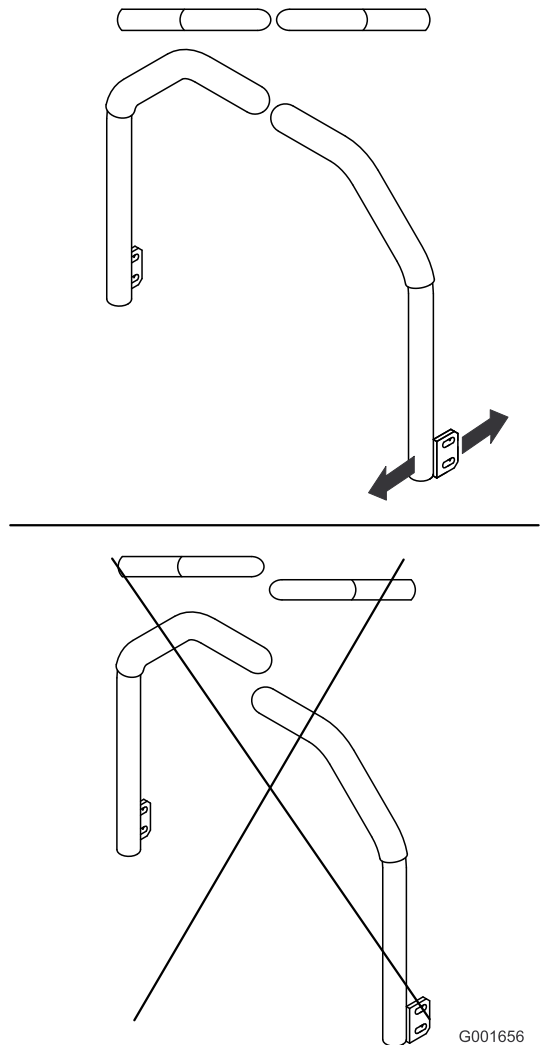

Bild 94
5. Stellen Sie die Fahrtriebshebel so ein, dass sie ausgefluchtet sind und ziehen Sie die Schrauben an, um die Hebel an den Streben zu befestigen (Bild 94).